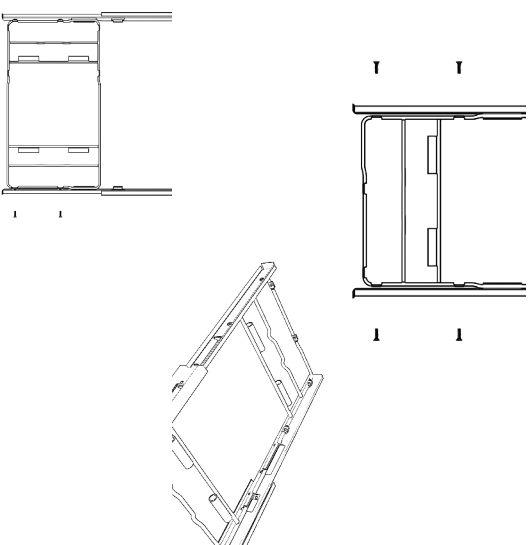

FIG. 3
Allongez les glissières au maximum et utilisez les (4) rondelles #8 et les vis à tête plate #8-32 x 3/8 po pour fixer le cadre aux glissières (voir la figure 3).